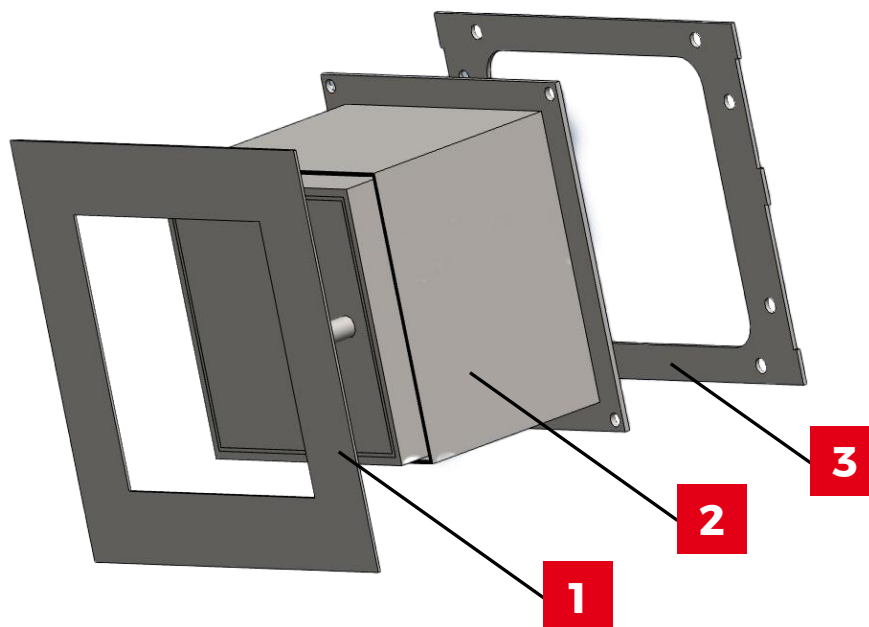

Abbildung 13: Übersicht Kruse Typ flex-L
- ➔ Der FSD Kruse flex-L [4] ist jetzt für den Verschluss der HS-UNI vorbereitet. Nächste Arbeitsschritte sind: Aufsetzen des Wetterschutzdaches auf die Frontblende (5.8 Wetterschutzdach auf Frontblende montieren., Seite 35), einhängen der Frontblende mit Wetterschutzdach auf den Sockel (5.9 Frontblende in Rückwand einhängen, Seite 36), Einhängen und Verriegeln der Frontklappe (6.2 Frontklappe einhängen, Seite 40; 8.1 Frontklappe verriegeln, Seite 44) sowie das Verschließen der HS-UNI über die Blendrahmen [1] (Abb. 13) (8 Säule verschließen, Seite 44).